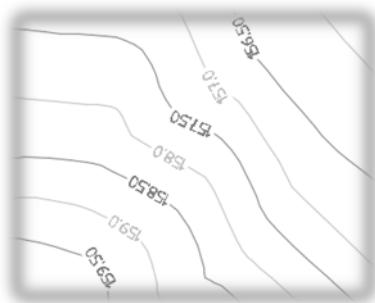

Рис. 21. Результат подписи горизонталей
2. Указать начальную и конечную точки линии, пересекающей горизонталь, которые следует подписать. В результате все горизонтали, пересекаемые указанной линией, будут подписаны (рис. 21).